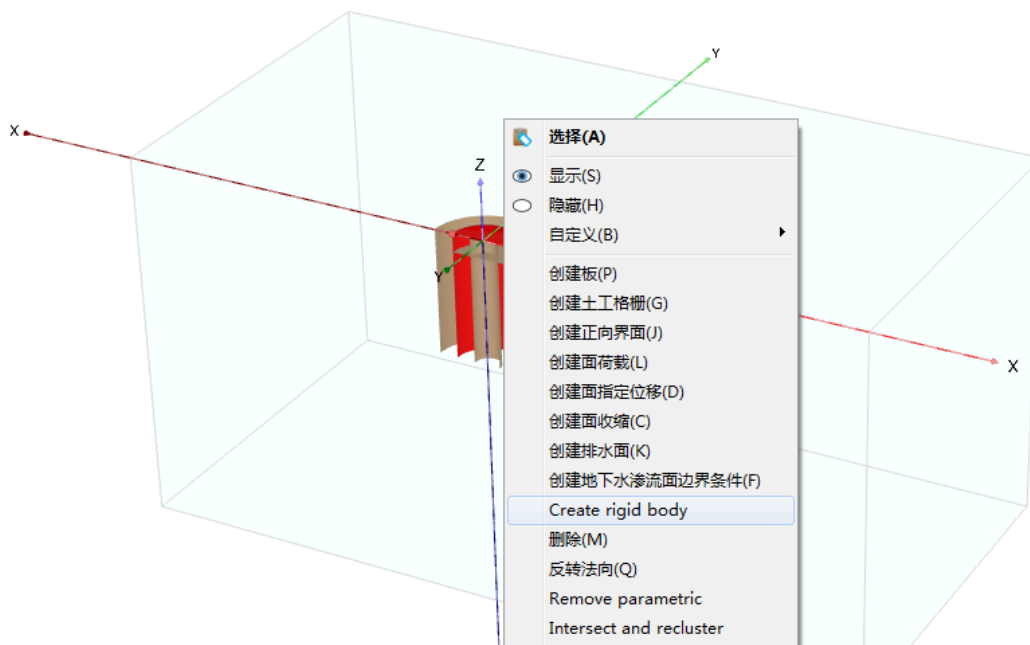

图 3.5 创建刚体
15. 多选顶面和侧曲面，右击，在出现的菜单中选择创建刚体（create rigid body），创建新的刚体（如图 3.5 所示）